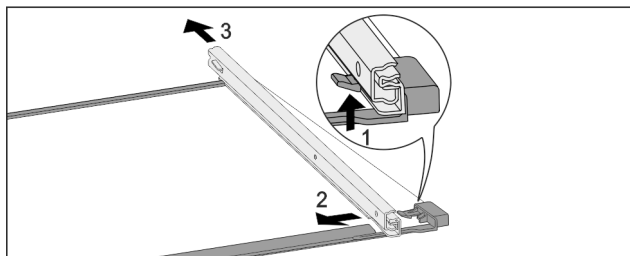

Fig. 172 Steklена plošča z vodili
- Sprednji zaskočni kaveljček potisnite navzgor. *Fig. 172 (1)*
- Izvlačno vodilo potisnite *Fig. 172 (2)* na stran *Fig. 172 (3)* in nazaj.